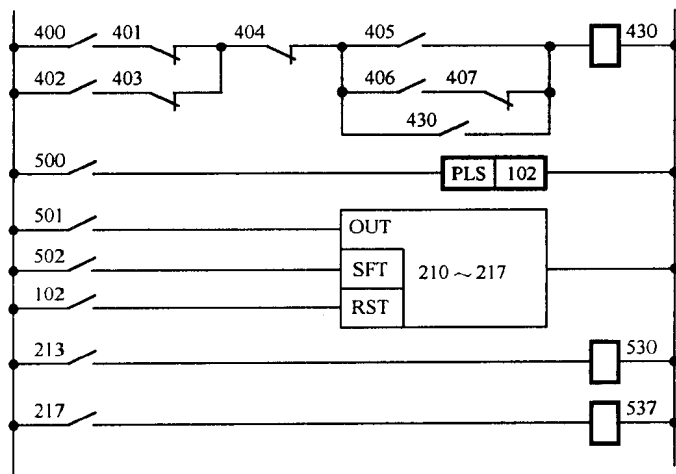

图 14.3.3
2. 设图 14.3.3 所示的梯形图为一完整的控制程序, 试用 F-40M 型 PLC 的指令写出其